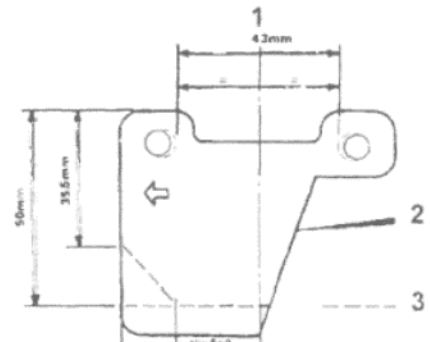

Рисунок 13.27. Схема модификации шайб против тормозного визга на передних осях (Раздел 10)
6. Шайбы типа Girling могут быть изменены для того, чтобы подойти к тормозам марки Bendix, для чего необходимо подрезать их в соответствии со схемой (см. Рисунок 13.27).